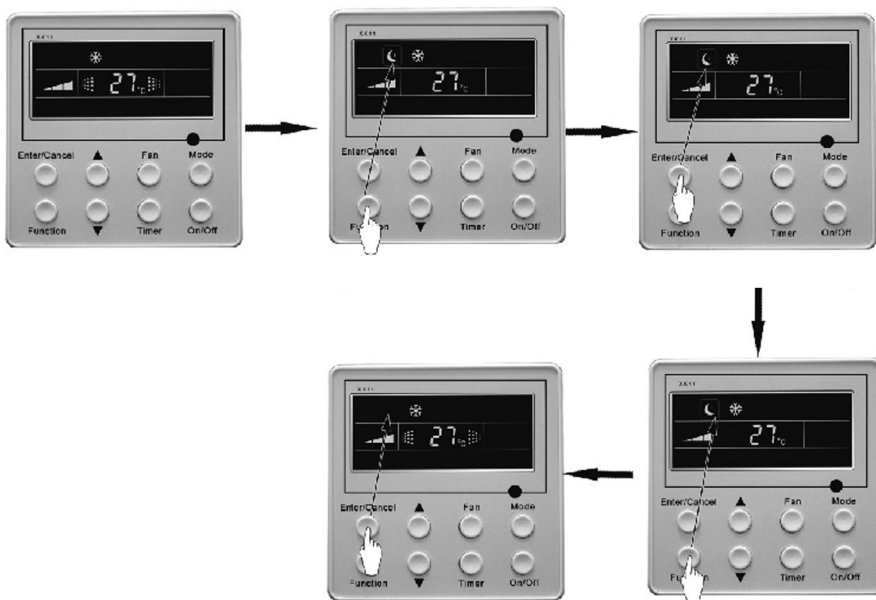

Рис. 5.8
5.2.5.1 Для установки функции **Сон (Sleep)** необходимо при **включенном в работу** кондиционере кнопкой **FUNCTION** выбрать функцию **Sleep** и нажать кнопку **ENTER/Cancel**. (Рис. 5.8).